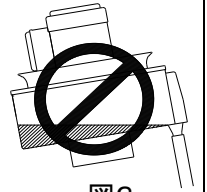

図3
- ・ミストキャッチは必ず上下を確認して、水平、垂直(±2°)に取付けて下さい。(図3)